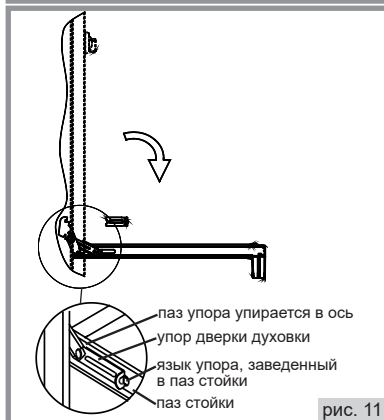

рис. 11
1. Откинуть дверцу в горизонтальное положение. Ввести в пазы, предусмотренные слева и справа в стойках дверцы, два упора дверцы (рис. 11);